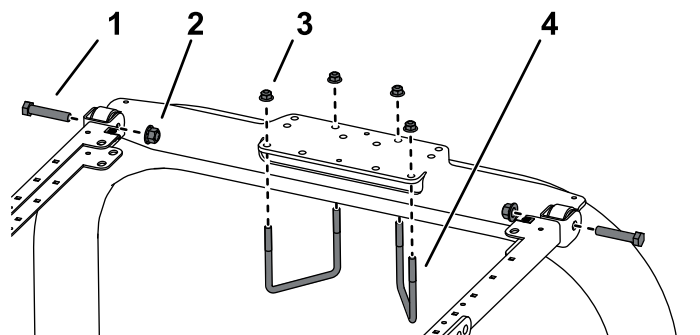

Figura 3
1. Coloque el soporte de montaje del ROPS encima de la barra antivuelco de la unidad de tracción (Figura 3).
2. Instale el conjunto del chasis en el soporte de montaje del ROPS (Figura 3).
3. Usando los taladros de montaje indicados en la Figura 3, monte el soporte de montaje del ROPS en la parte superior de la barra antivuelco con 2 pernos en U ($4\frac{7}{8}$ " x 4") y 4 tuercas con arandela prensada.